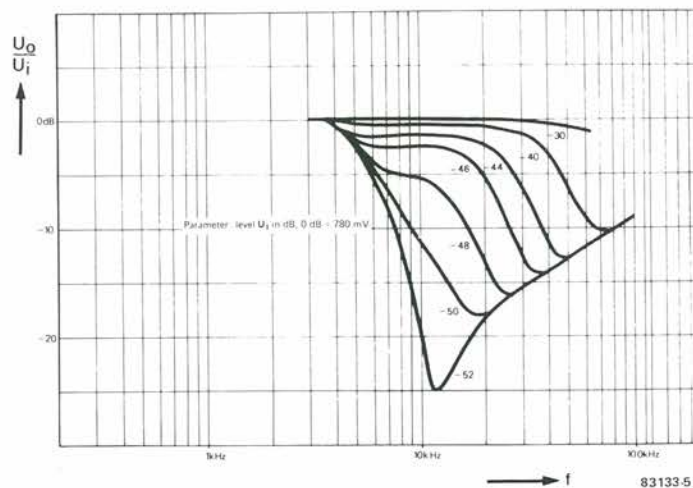

Figura 5. Caratteristica di trasferimento del DNL: l'azione del filtro dipende dal livello del segnale d'ingresso.
al corrente di come funziona un limitatore dinamico del rumore, ecco una breve descrizione. Il più semplice limitatore di rumore è un filtro passa-basso. Sfortunatamente, la sua azione è troppo radicale ed influenza anche il segnale audio utile. Un limitatore dinamico di rumore è un filtro passa-basso con profilo della frequenza di taglio variabile, che funziona solamente durante i passaggi a basso volume (quando il rumore è maggiormente percettibile), sopprimendo quelle frequenze per le quali l'orecchio ha una maggiore sensibilità, cioè circa tra 1 e 10 kHz. Il grado di soppressione dipende quindi dal livello del segnale d'ingresso. Durante i passaggi forti, la frequenza di taglio viene spostata verso l'alto, cosicché viene attraversata l'intera banda audio, compresa la parte occupata dal rumore, che viene naturalmente mascherato dal segnale audio. Ai livelli più bassi del segnale d'ingresso, la frequenza di taglio viene abbassata, e viene di conseguenza soppressa una quantità maggiore di rumore. Il modo in cui funziona un DNL è illustrato dal grafico di Figura 5: per un segnale d'ingresso U_i di 2,0 mV, l'attenuazione rispetto al livello di uscita ad 1 kHz è di 10 dB a 7,5 kHz e di 20 dB a 10 kHz. La pendenza è quindi approssimativamente di -18 dB/ottava. Con segnali d'ingresso superiori a circa 8 mV, la risposta è virtualmente piatta fino a 20 kHz! Lo stadio d'ingresso A (vedi Figura 6) garantisce la corretta impedenza tra il filtro passa-banda ed il DNL. Da qui, il segnale viene inviato ai due canali: quello superiore, formato dal filtro passa-alto (B), dall'amplificatore (D), dall'attenuatore variabile (E) e dall'attenuatore fisso (G), mentre il circuito in basso comprende lo sfasatore (C) e